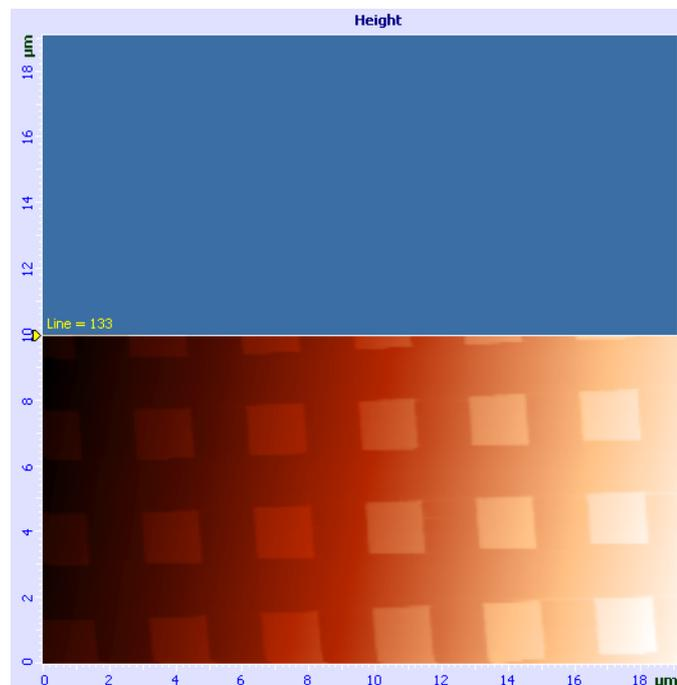
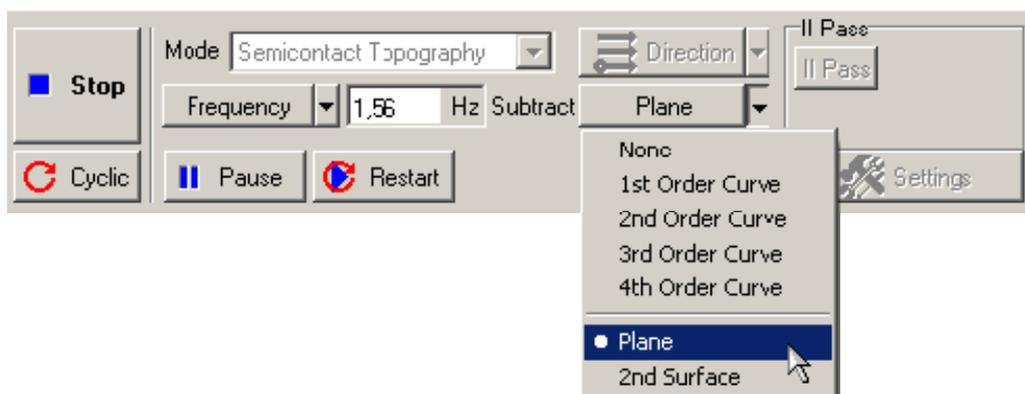
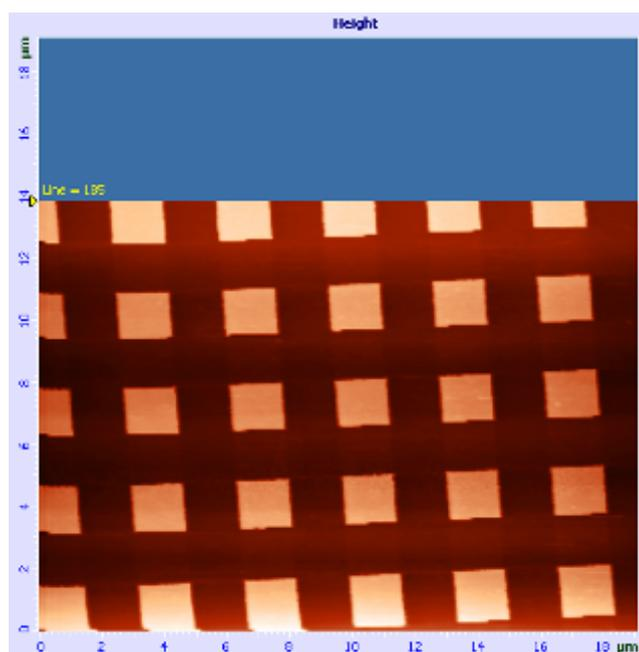

Рис. 7-27. Изображение рельефа поверхности
Рис. 7-30
Рис. 7-31. Изображение рельефа поверхности
- начнется построчное сканирование поверхности образца и в области отображения 2D-данных сканирования, строчка за строчкой, начнет появляться изображение сканируемой поверхности (Рис. 7-27);
На приведенном выше примере (см. Рис. 7-27, Рис. 7-28) видно, что образец имеет некоторый наклон по оси X.
Если щелкнуть на этой кнопке и выбрать из списка **Plane** (Рис. 7-30), то будет выполнено вычитание плоскости, и изображение, которое до этой процедуры имело вид, как на Рис. 7-27, будет иметь вид, как на Рис. 7-31.